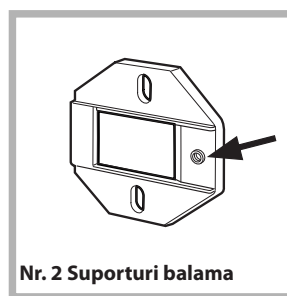

Fig. 1
- Montați suporturile de balama pe partea frontală poziționând orificiul indicat printr-o săgeată în *fig. 1* spre partea interioară a părții frontale interpunând un distanțier (*fig. 4/B*), cu ajutorul unui șurub de tip **C**.